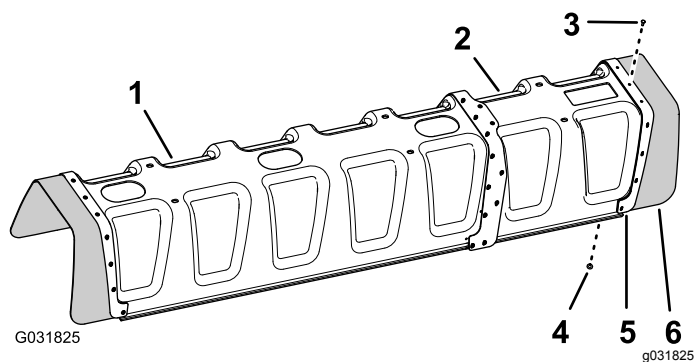

Рисунок 148
5. Совместите отверстия в резиновом кожухе и усиливающей пластине (один ряд), снятыми при выполнении пункта 2, с отверстиями в конце удлинителя кожуха (Рисунок 148).